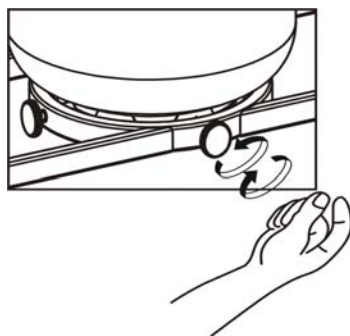

Figure 6
6. Serrer les tiges filetées qui se trouvent sur le plateau de la bonbonne (figure 6) pour que la bonbonne de GPL ne puisse pas bouger. Ne pas enlever les capuchons en plastique qui se trouvent au bout des tiges filetées